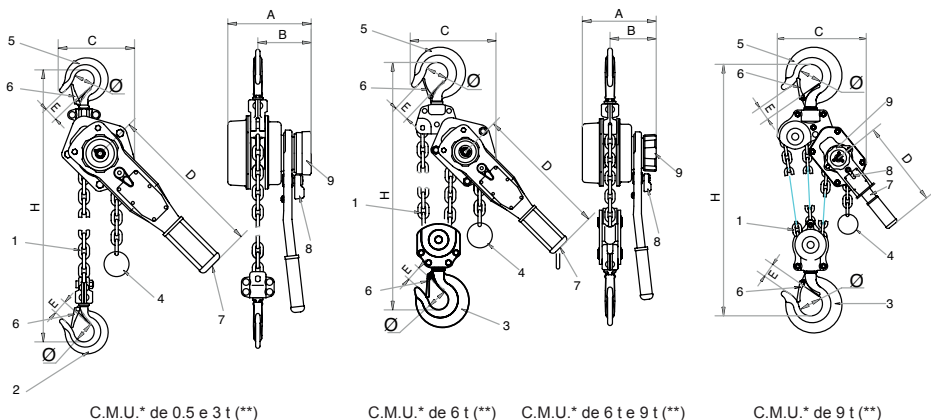

Fig. 1
A talha bravo™ é fornecida equipada com uma corrente de elevação (item 1, fig. 1) com uma altura standard de elevação de 1.50 m. A corrente de elevação dos modelos 0.5 t a 3 t é constituída por um único troço tendo na extremidade um gancho de elevação (item 2, fig. 1). A corrente de elevação (item 1 fig. 1) do modelo 6 t é constituída por 2 cabos e um gancho de elevação de roldana (item 3, fig. 1). A corrente de elevação
(item 1, fig. 1) do modelo 9 t, é constituída por 3 cabos e um gancho de elevação de roldana (item 3, fig. 1).
A extremidade livre da corrente está equipada com um batente de fim de curso inferior (item 4, fig. 1).
1. Verificar se a talha bravo™ está correctamente suspensa no gancho de suspensão (item 5, fig. 1) e se o linguete de segurança do gancho (item 6, fig. 1) está bem fechado (ver fig. 2 e 3).
A talha bravo™ é manobrada por meio de uma alavanca (item 7, fig. 1), accionada pelo operador em movimento de vaivém para elevar ou descer uma carga, puxar ou aplicar uma tensão.
2. Colocar o manípulo do selector (item 8, fig. 1) de movimento na posição neutro "0".
3. Sem carga, fazer rodar o volante (item 9, fig. 1) no sentido contrário dos ponteiros de um relógio para abrir o travão. A corrente fica livre.